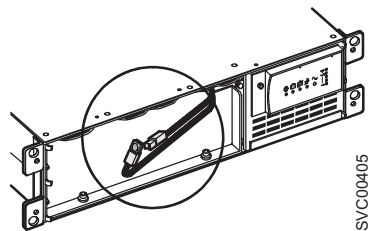

図 277. 保護テープ付きの 2145 UPS 内部バッテリー・コネクタ
- a. 保護テープを内部バッテリー・コネクタから取り外します (311 ページの図 277 を参照)。